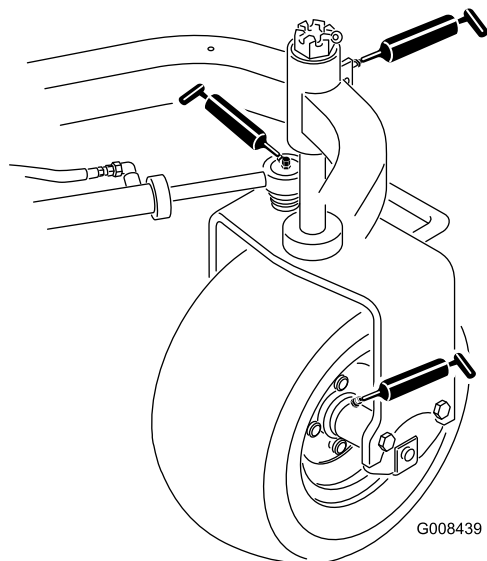

図 26
- ・ 後ホイールハブヶ所 図 26
- ・ キャスタベアリング1ヶ所 図 26
- ・ ステアリングシリンダ2ヶ所 図 26